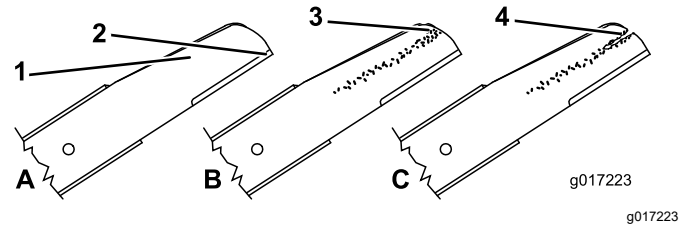

Figura 33
1. Inspeccione los filos de corte (Figura 33). Si los filos de corte no están afilados o tienen muescas, retire las cuchillas y haga que las afilen o cámbielas.
2. Inspeccione las cuchillas, especialmente la parte curva (Figura 33). Si observa cualquier daño o desgaste, o la formación de una ranura en esta zona, reemplace las cuchillas de inmediato por cuchillas nuevas.